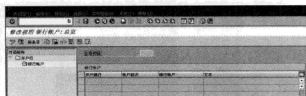

图 6-63 “修改视图银行账户：总览”界面
STEP 4 单击“”按钮，该条银行数据即被保存。选择该条银行记录，然后在左栏中双击“银行账户”子节点，弹出“修改视图 银行账户：总览”界面，如图 6-63 所示。